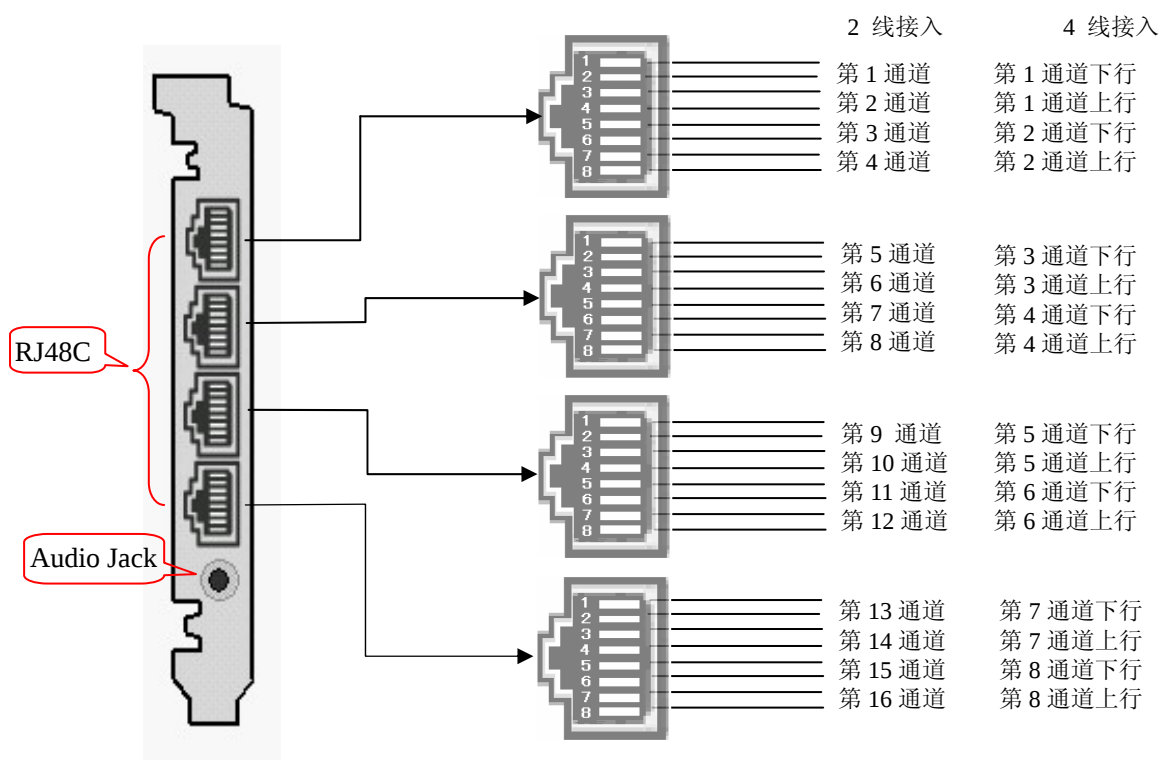

图 2-3 SHR-16DA-CT/PCI 主板示意图(左视图)
SHR-16DA-CT/PCI 型录音卡共有 4 个 RJ48C 插座，每个 RJ48C 插座是一个八芯线的接口，每个接口连接 4 个通道的线路，用户可以将其转接为 4 个两芯线的接口，插口引脚分布如图 2-3 所示。
①将 RJ48C 插座进行转接时，可使用本公司的一转四专用转接器；也可用其他配线架转接或自行压线转接。该卡有 2 线或 4 线两种接入方式，当采用 2 线接入时，按图 2-3 所示，从上至下，两芯为一组，对应接入即可；当采用 4 线接入时（如 eON、ISDN、ErgoLine D330-4W 和 ErgoLine D325-4W），4 线话机的下行线（交换机至话机）应接入 RJ48C 的 1、2 两芯，上行线（话机至交换机）应接入 RJ48C 的 3、4 两芯。同一 RJ48C 的 5、6 两芯和 7、8 两芯接入另一 4 线话机的下行线和上行线，注意同一 RJ48C 的 1、2 两芯与 3、4 两芯不能互换，1~4 芯与 5~8 芯中的任意两芯亦不能互换。
②为使被监控线路不受干扰及提高监控的准确性，并线接入点到录音卡的电话线长度应小于 6 米。